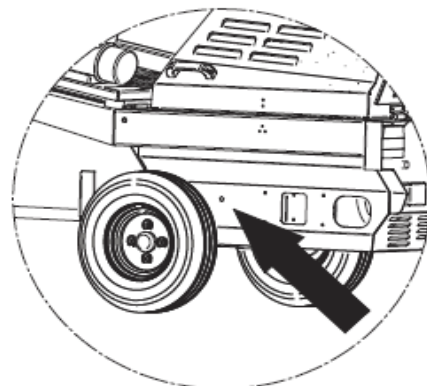

FIG. 12
-Graisser tous les jours par le trou figure 12